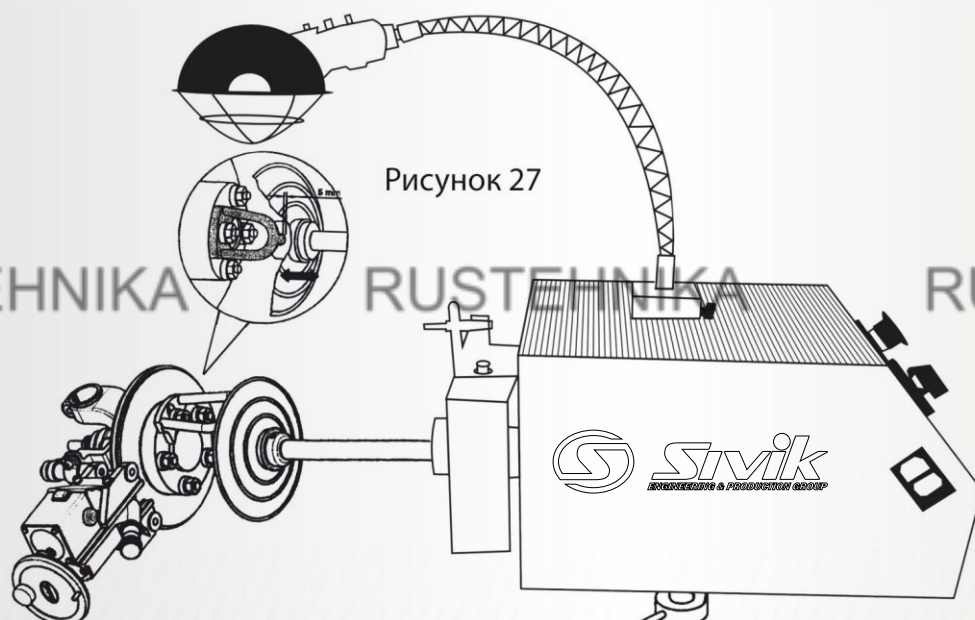

Рисунок 27
5. Пододвиньте приводную скобу к приводному адаптеру, оставив зазор 5 мм (рис.27).